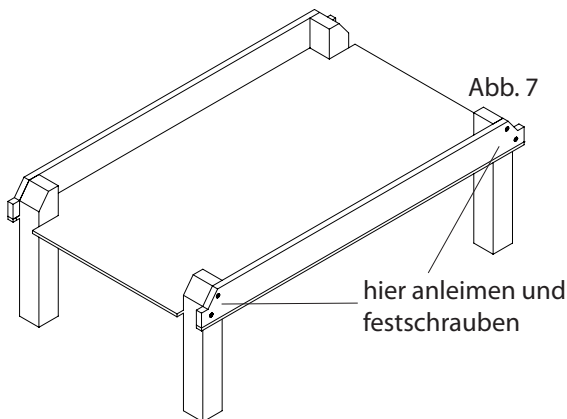

Abb.7
7. Das 2. Seitenteil und die übrigen 2 Füße des Kickers auf der gegenüberliegenden Seite anleimen und festschrauben (siehe Abb. 7)
8. Die beiden Torleisten (3) mit den Aussparungen für die Tore wie in der Abbildung 7 ersichtlich einleimen und festschrauben. Hinweis: Senkungen zeigen nach aussen!